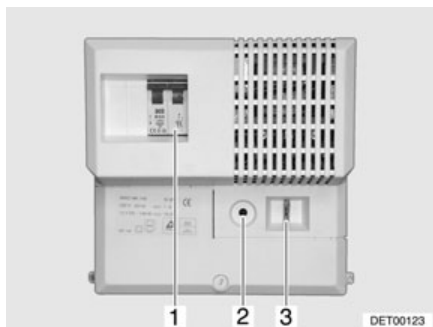

Fig. 99 Fuente de alimentación
En la fuente de alimentación están integrados el fusible automático de 230 V (Fig. 99,1), la protección contra sobrecargas (Fig. 99,2) y el fusible principal (Fig. 99,3).
- Pulsar el botón de mando de la protección contra sobrecargas (Fig. 99,2) (posición "On").